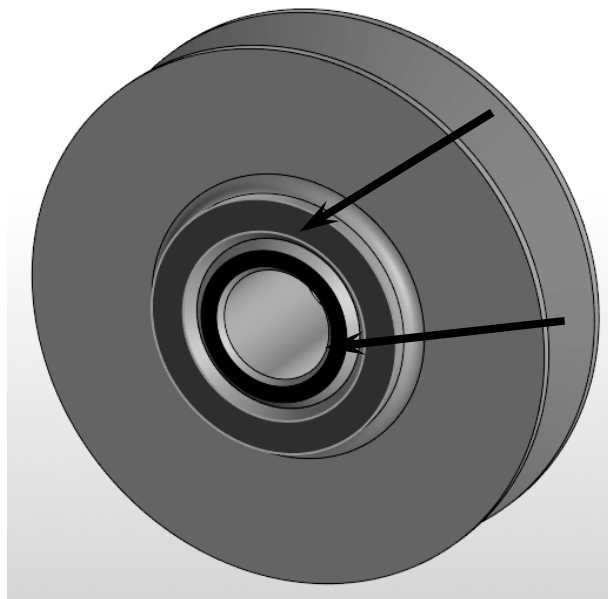

Рис. 5.9. Применение сопряжения «Совпадение объектов» между компонентами сборки
- Наложите на детали сборки «Ролик» и «Втулка» сопряжение «Совпадение объектов»: выберите команду «Совпадение» на панели **Параметры** – укажите мышью плоские грани деталей, как показано на рис. 5.9. Завершите операцию.